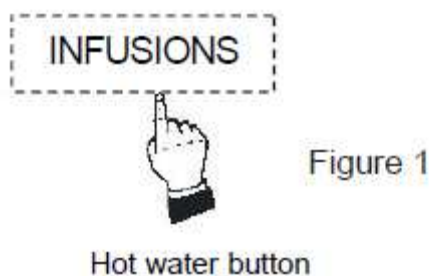
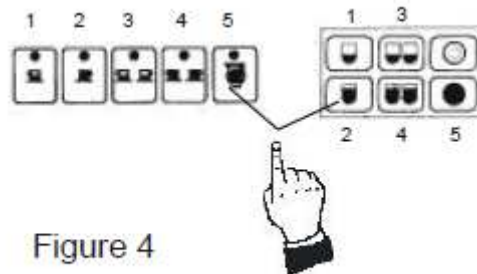

Рис. 1:
Figure 4
- 7) управляйте действием головки с помощью кнопок или с помощью рычагов (если машина механическая) (см. рис. 1, рис. 2, рис. 3 и рис. 4 на стр. 12 «бумажного» оригинала);
Машины с устройством автоматической раздачи горячей воды (рис. 1)
Автоматическая электронная модель (рис. 4)